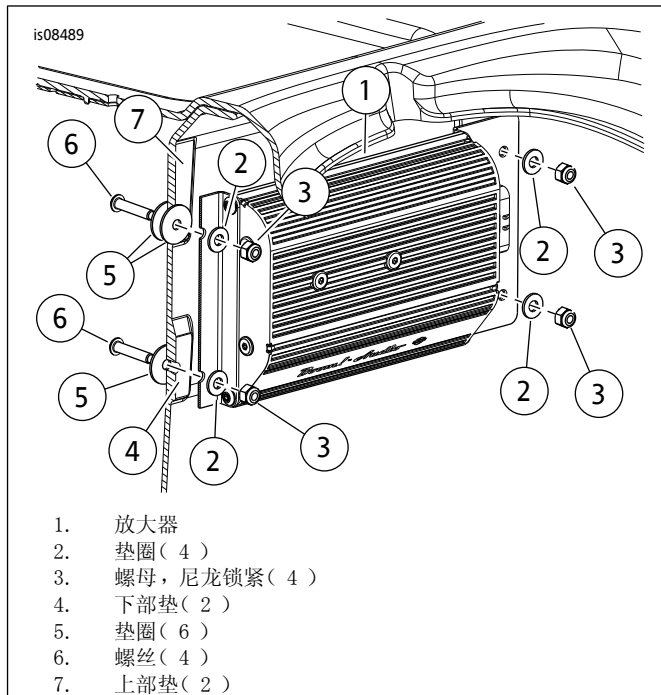

图2。安装放大器
6. 参见 图2 。在四个凸起垫( 4和7 )上定位放大器和支架( 1 )。按照图示朝向车辆左侧定位连接器。在下部垫( 4 )上方对中下部孔。
11. 参见图2。将垫圈( 5 )置于螺丝( 6 )上。从行李箱内侧穿过各孔进行安装。在行李箱外侧，将一个额外的垫圈( 5 )置于顶部螺丝上方，仅用作隔块。在四个凸起垫( 4和7 )上定位放大器和支架( 1 )。朝向车辆左侧定位连接器。在支架和螺丝上安装垫圈( 2 )。使用螺母( 3 )固定。拧紧。